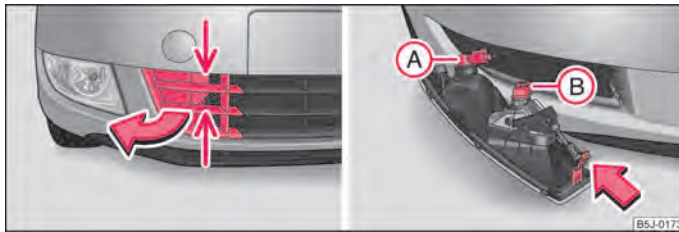

Fig. 156 Paraurti anteriore: griglia protettiva / smontaggio del fendinebbia
- Afferrare la griglia nei punti contrassegnati dalla freccia e tirarla ⇒ fig. 156 lato sinistro.
- Mettere la mano nell'apertura dove si trova la griglia e premere gli crocchi a molla ⇒ fig. 156 lato destro.
- Ruotare a sinistra fino all'arresto il connettore (A) con la lampadina per luce diurna o il connettore (B) con la lampadina del fendinebbia ed estrarlo.